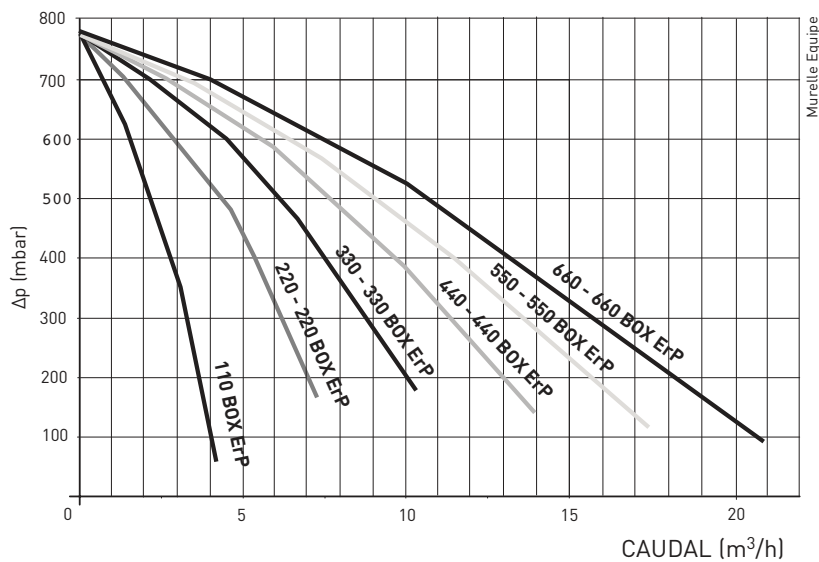

Fig. 3
1.6 PREVALENCIA RESIDUAL DISPONIBLE PARA LA INSTALACIÓN EN LOS EMPALMES DE IDA Y RETORNO DE LOS COLECTORES (fig. 3)